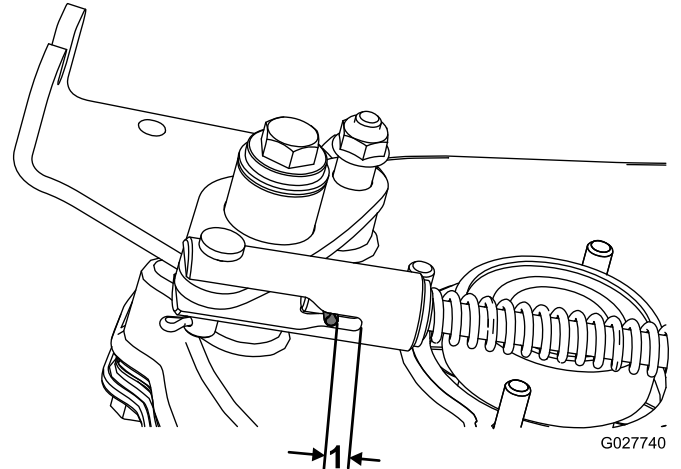

Bild 46
2. Messen Sie den Abstand zwischen dem Rollstift und dem Ende des Schlitzes (Bild 46). Wenn er unter 0,8 mm liegt, stellen Sie die Kupplung mit den Schritten unten ein.
6. Aktivieren Sie den Fahrtriebshebel und messen Sie den Abstand zwischen dem Rollstift und dem Ende des Schlitzes (Bild 46). Der Abstand sollte zwischen 6 mm und 9,5 mm liegen.